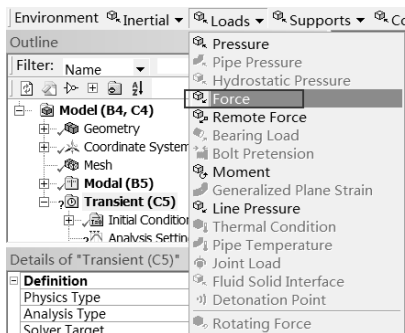

图 9-36 添加激励
Step2: 选择 Environment 工具栏中的 Loads (载荷) Force (力) 命令, 如图 9-36 所示, 此时在分析树中会出现 Force 选项。